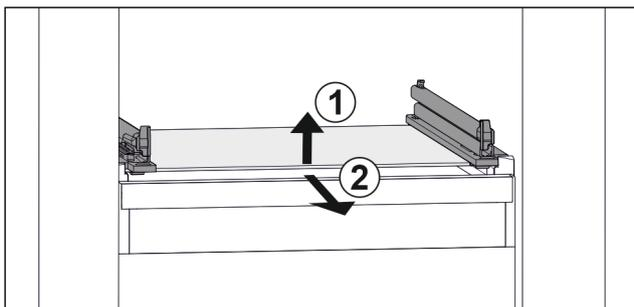

Fig. 62 Exemple de représentation de la tablette en verre
- ▶ Soulever la tablette en verre par l'avant. Fig. 62 (1)
- ▶ Retirer la tablette en verre par l'avant. Fig. 62 (2)